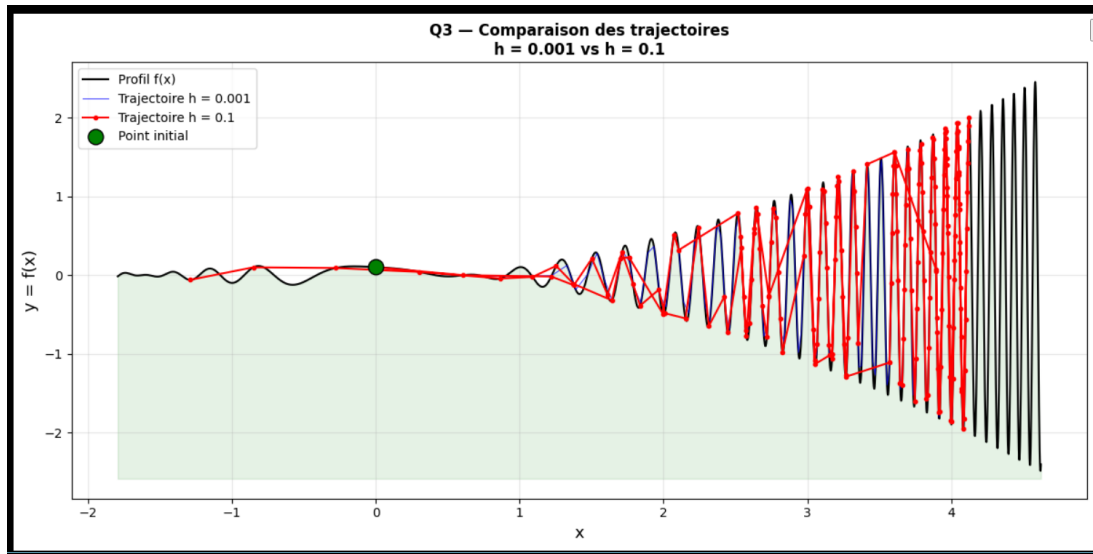

FIGURE 4 – Comparaison des trajectoires :  $h = 0.001$  vs  $h = 0.1$
**Constat sur les trajectoires :** La Figure 4 montre clairement que la trajectoire avec  $h = 0.1$  (en rouge) **diverge significativement** du profil réel  $f(x)$  et de la trajectoire de référence ( $h = 0.001$ , en bleu).